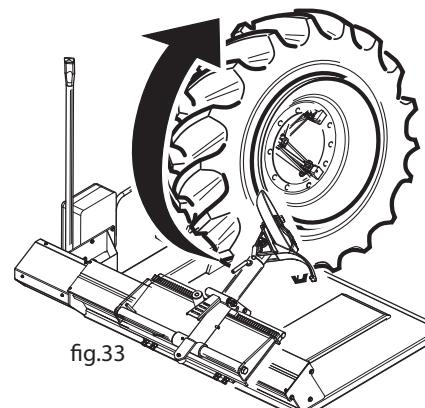

fig.33
» Bloccare la ruota sull'autocentrante e sollevarla in modo che il bordo del cerchione sfiori l'utensile "stallonatore". Utilizzando il manipolatore (2) ed il selet-tore (3) (ved.fig.22 a pag. 16) sgonfiare il pneumatico ed iniziare l'operazione di stallonatura (fig.33). Agendo sulla pedaliera (4) e selettore (3) (fig.22) fare avanzare gradualmente il rullo stallonatore facendo girare il mandrino continuamente.
» Clamp the wheel on the self-centering chuck and raise it until the rim flange touches the bead breaking tool. Using the control (2) and selector (3) (see fig. 22 on pg. 16) deflate the tyre and begin the bead breaking operation (fig. 33). Use the pedal (4) and selector (3) (fig. 22) to gradually advance the bead breaking roller turning the spindle continuously.
- » Bloquer la roue sur l'autoentreur et la soulever de façon à ce que le bord de la jante éffleure l'outil détalonneur. En se servant du manipulateur et du selecteur (2 et 3, Fig. 22, page 16), dégonfler le pneu et commencer l'opération de détalonnage (Fig.33). En agissant sur le pédalier 4 et le selecteur 3 (Fig. 22), avancer graduellement le rouleau détalonneur en faisant constamment tourner le mandrin.
- » das Rad auf dem Selbstzentrierer blockieren und es so hochheben, daß der Rand des Felgens knapp den Wulstabdrücker berührt. Den Taster (2) und den Wähltschalter (3) bedienen (siehe Abb. 22 Seite 16), um dann die Luft aus dem Reifen zu lassen und mit dem Wulstabdrücken beginnen (Abb. 33). Durch Betätigung des Kommandopedals (4) und des Wähltschalters (3) (Abb. 22) lassen Sie die Wulstabdrückrolle stückweise nach vorne kommen, wobei die Spindel durchgängig gedreht werden muß.
- » Bloquear la rueda sobre el autocentrado y levantarla de manera que el borde de la llanta oprima ligeramente el utensilio destalonador. Utilizando el manipulador (2) y el selector (3) (véase la Fig. 22 de pág. 16) deshinchar el neumático empezando en seguida las operaciones de destalonamiento (Fig. 33). Actuando sobre los pedales (4) y sobre el selector (3) (Fig. 22), se haga adelantar mano a mano el rodillo destalonador girando el mandril de continuo.